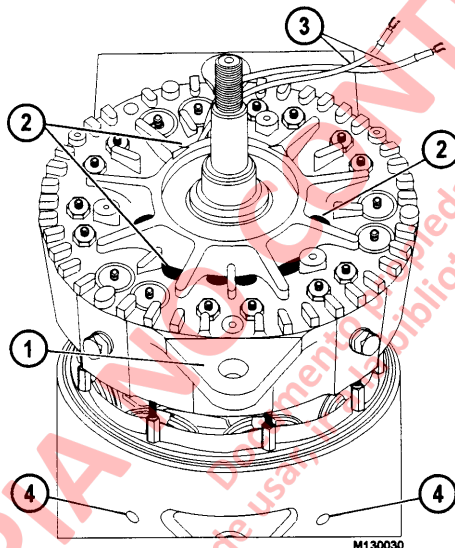

FIGURA 13-27
2. Ponga el conjunto de la caja delantera/rotor, eje y casco en el conjunto del estator, bobina de campo y casco (el núcleo va a través del carrete de la bobina de campo). Alinee las patas de montaje de la caja delantera con las patas de montaje del casco (Figura 13-27). A medida que los espárragos del casco pasan por los orificios de la caja delantera, guíe los seis conductores de fase (alambres negros), y dos cables de campo (alambres blancos), por las aberturas grandes de la caja delantera (Figura 13-27).